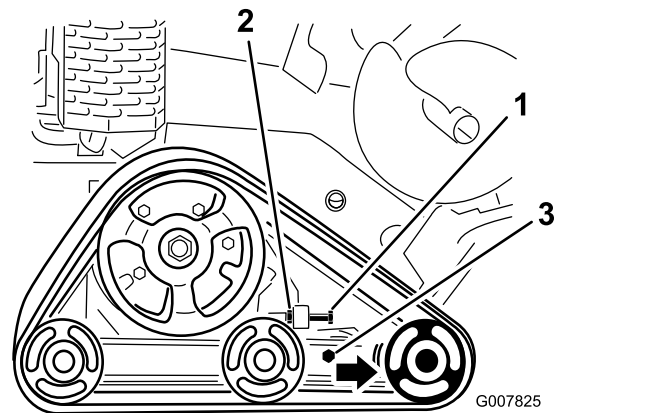

Figure 46
3. Desserrez l'écrou de blocage sur le boulon de réglage de tension de la chenille et les boulons de serrage du bras de tension (Figure 46).
4. Serrez le boulon de réglage de tension à un couple de 32,5 à 40 N·m pour tendre la chenille (Figure 46).
4. Desserrez le boulon de réglage de tension et l'écrou de blocage (Figure 46).
5. Desserrez les boulons de serrage (Figure 46).